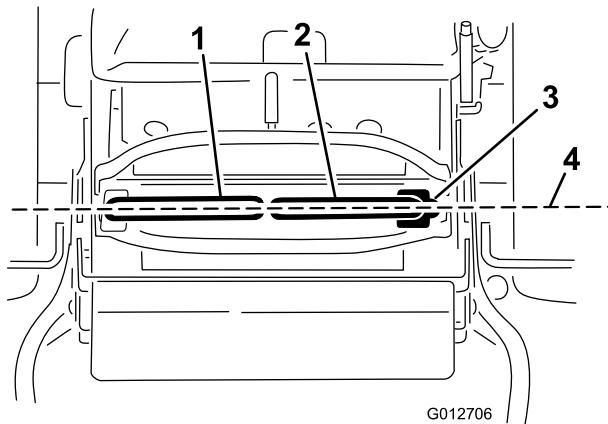

Figura 70
Importante: Compruebe el avance de la máquina después de ajustar las palancas de control de movimiento. Se utiliza el mismo procedimiento para ajustar la dirección y para alinear las palancas de control de movimiento hacia adelante-atrás (**Figura 70**).
1. Una vez ajustada la alineación horizontal, compruebe la alineación adelante-atrás empujando ligeramente hacia adelante las palancas de control de movimiento para eliminar cualquier holgura del acoplamiento de las palancas de control (Figura 70).